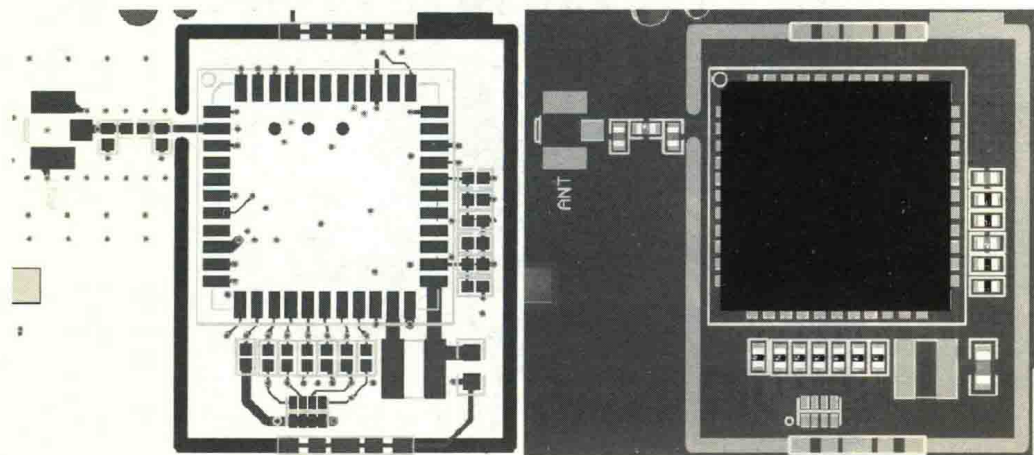

图 14-44 WIFI / BT 模块的屏蔽罩
(4) AP6×××的 VBAT 供电电压范围为 3.0~4.8V，供电电流最小为 400mA，布线时要注意。
(5) WIFI / BT 模块属于易受干扰的模块，PCB 布线时注意远离电源、DDR 等模块，在空间充足的情况下，建议添加屏蔽罩，如图 14-44 所示。